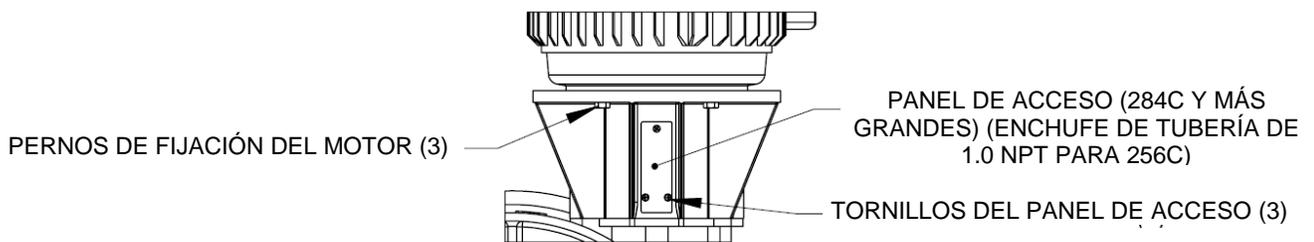

Figura 24
3. Retire los cuatro pernos de sujeción del motor de su motor (consulte la *Figura 24*).